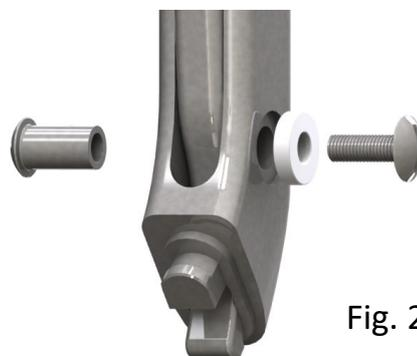

Fig. 2
2) Enlever la rondelle et la vis (Fig. 2)